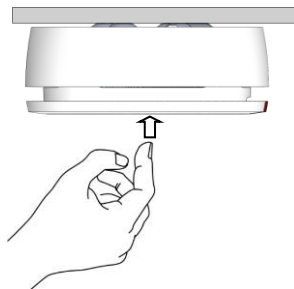

Figura 12
1. Pressione firmemente a tampa (*ver Figura 12*). Se o detetor estiver funcionando corretamente, o alarme será ativado (*ver Indicadores visuais/sonoros*) e uma mensagem de alerta será enviada para o recetor do sistema.